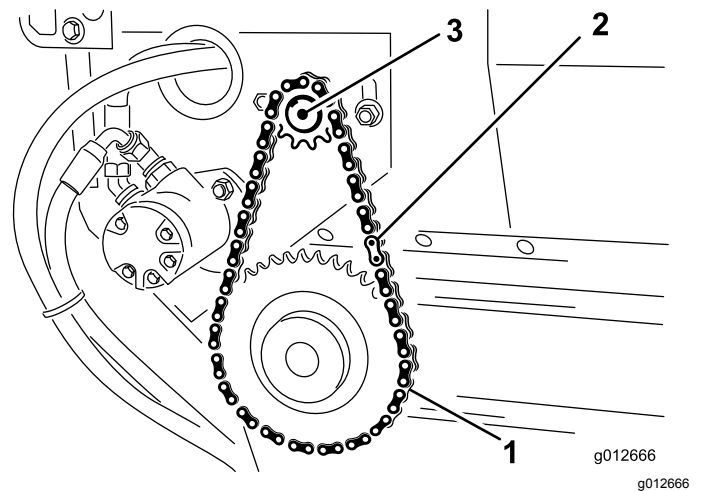

Figure 33
1. Installez la chaîne sur le petit pignon et fixez-la avec le maillon de fermeture (Figure 33).